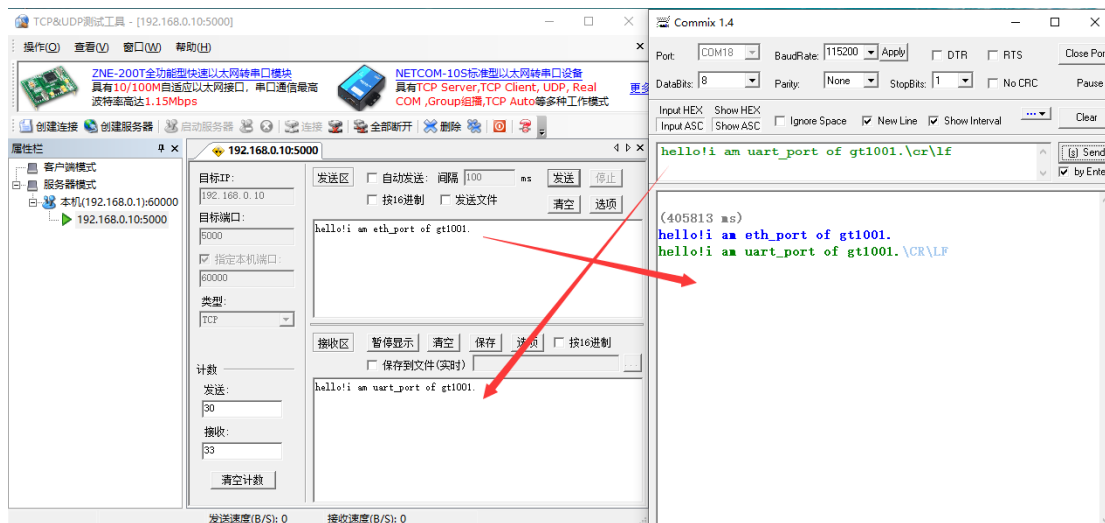

图 5-9 网络到串口数据传输界面
(6) 网络到串口数据流向传输测试：电脑 AA 网络->GT1001 网口->GT1001 串口->电脑 BB 串口。在电脑 AA 上网络调试工具发送区输入将要发送的数据，然后点击发送，可在电脑 AA 上接收到相应的数据，如图 5-9 所示。